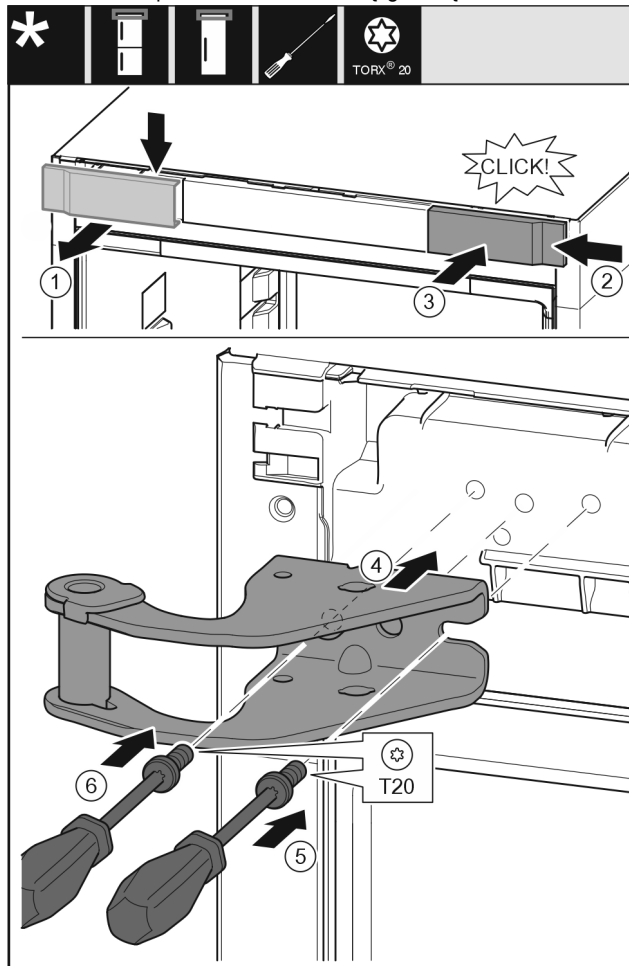

Fig. 9
- ▶ Nuimkite dengiamąją plokštelę iš viršaus į priekį. Fig. 9 (1)
- ▶ Dengiamąją plokštelę, pasukę 180°, užkabinkite kitoje pusėje iš dešinės. Fig. 9 (2)
- ▶ Užfiksuokite dengiamąją plokštelę. Fig. 9 (3)
- ▶ Uždėkite viršutinę atraminę gembę. Fig. 9 (4)
- ▶ Įkiškite varžtą atsuktuvu T20 ir tvirtai prisukite. Fig. 9 (5)
- ▶ Įstatykite varžtą atsuktuvu T20 ir tvirtai prisukite. Fig. 9 (6)